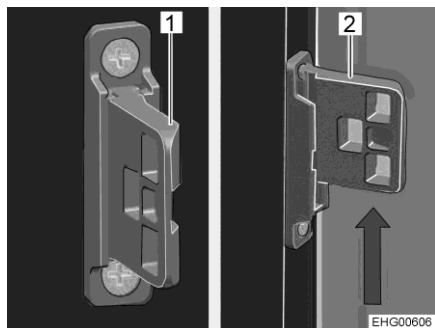

Fig. 168 Dispositif de fermeture
- Pousser le dispositif de fermeture vers le haut (Fig. 168,2).
- Pousser le dispositif de fermeture vers le bas (Fig. 168,1).